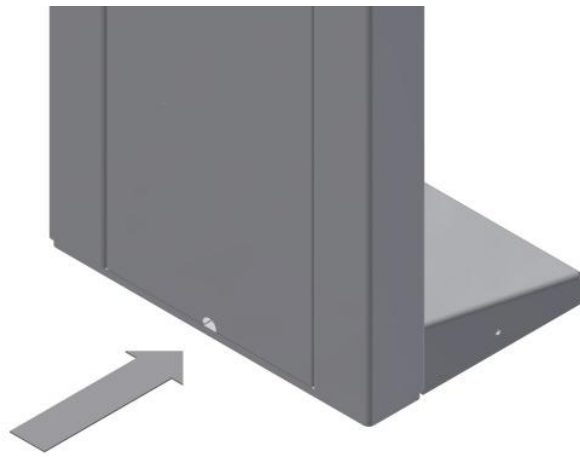

Рисунок 14 – Отверстие под проводку
5) Перед установкой турникета завести в него кабели управления и питания и убедиться, что ни один кабель не повреждён и не пережимается при установке. Для ввода кабелей используйте отверстие под проводку (рис. 14).